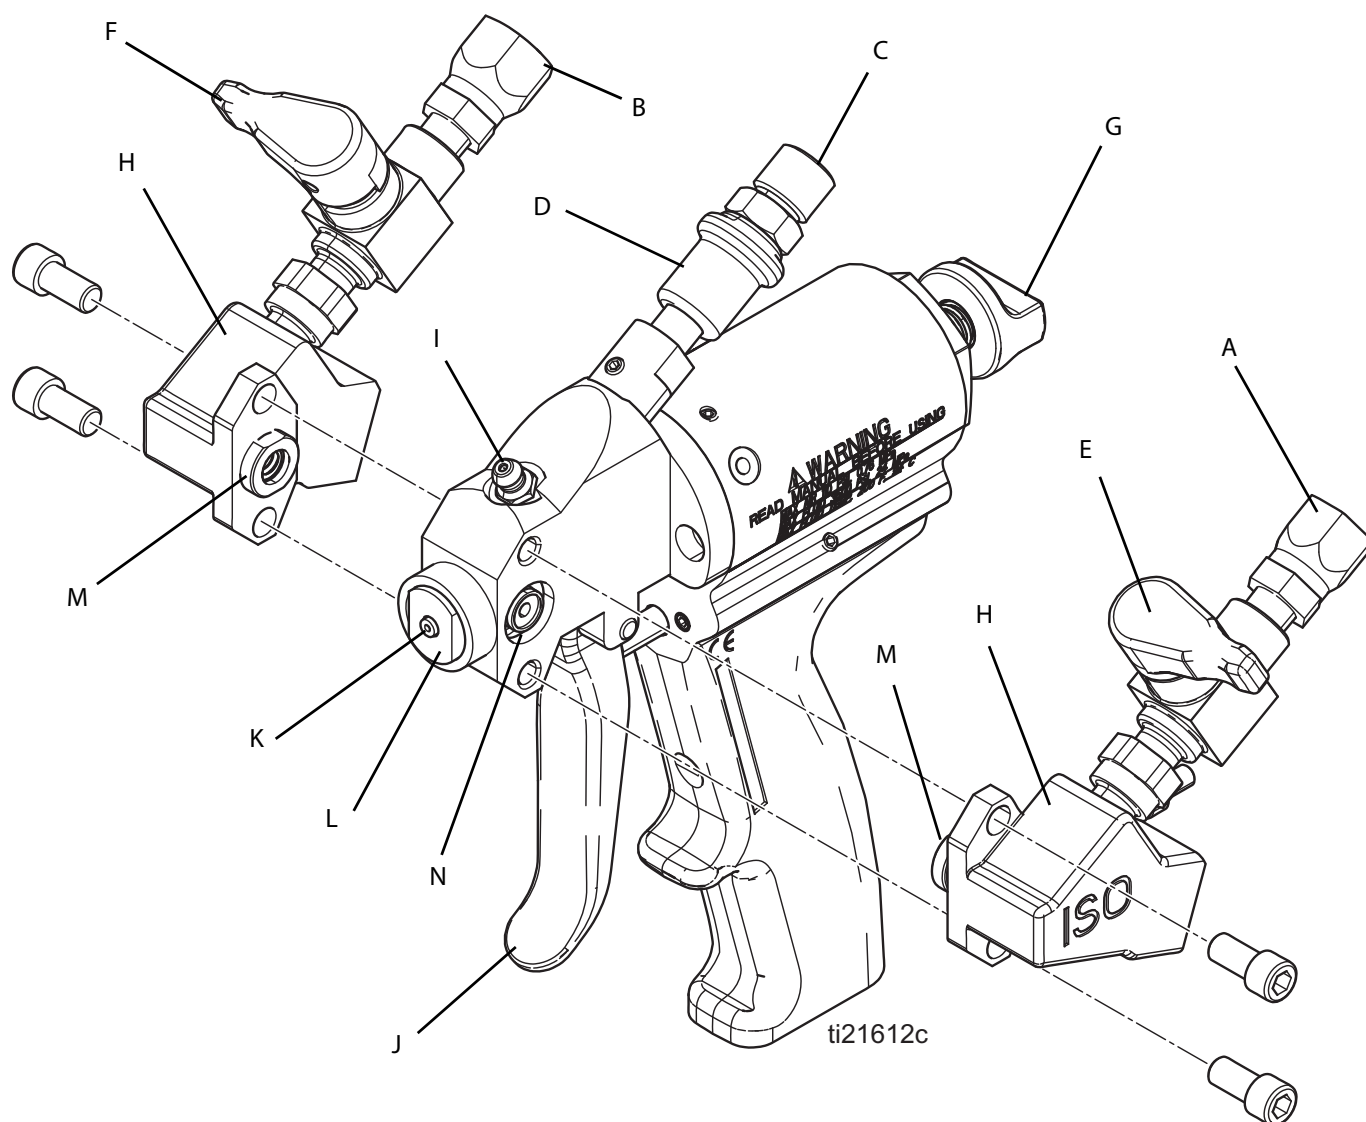

Рис. 1: Компоненты Probler P2
3. Включите плунжерный предохранитель (G). См. раздел **Плунжерный предохранитель**, стр. 12.
4. Подключите шланг стороны A (изоцианат) к соединению JIC ISO (A), а шланг стороны B (смолы) — к соединению JIC RES (B) на P2. См. Рис. 1, стр. 8.
5. Подключите шланг подачи воздуха с наружным диаметром 1/4 дюйма NPS, входящий в комплект поставки P2, к соответствующему соединению (C). См. Рис. 1, стр. 8.